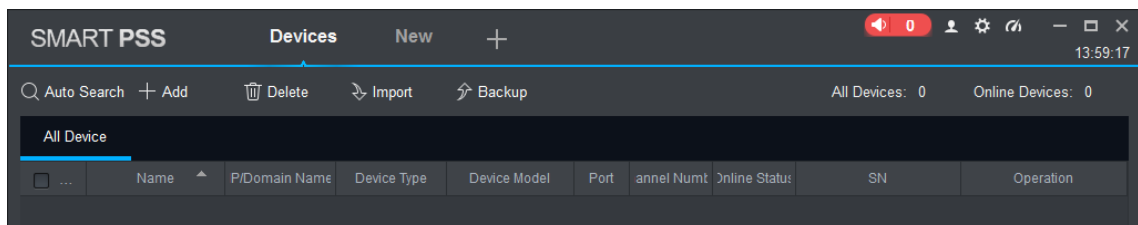

Figura 5-1
Paso 1 En la interfaz de "Dispositivos", haga clic en "Búsqueda automática", como se muestra en la Figura 5-1.